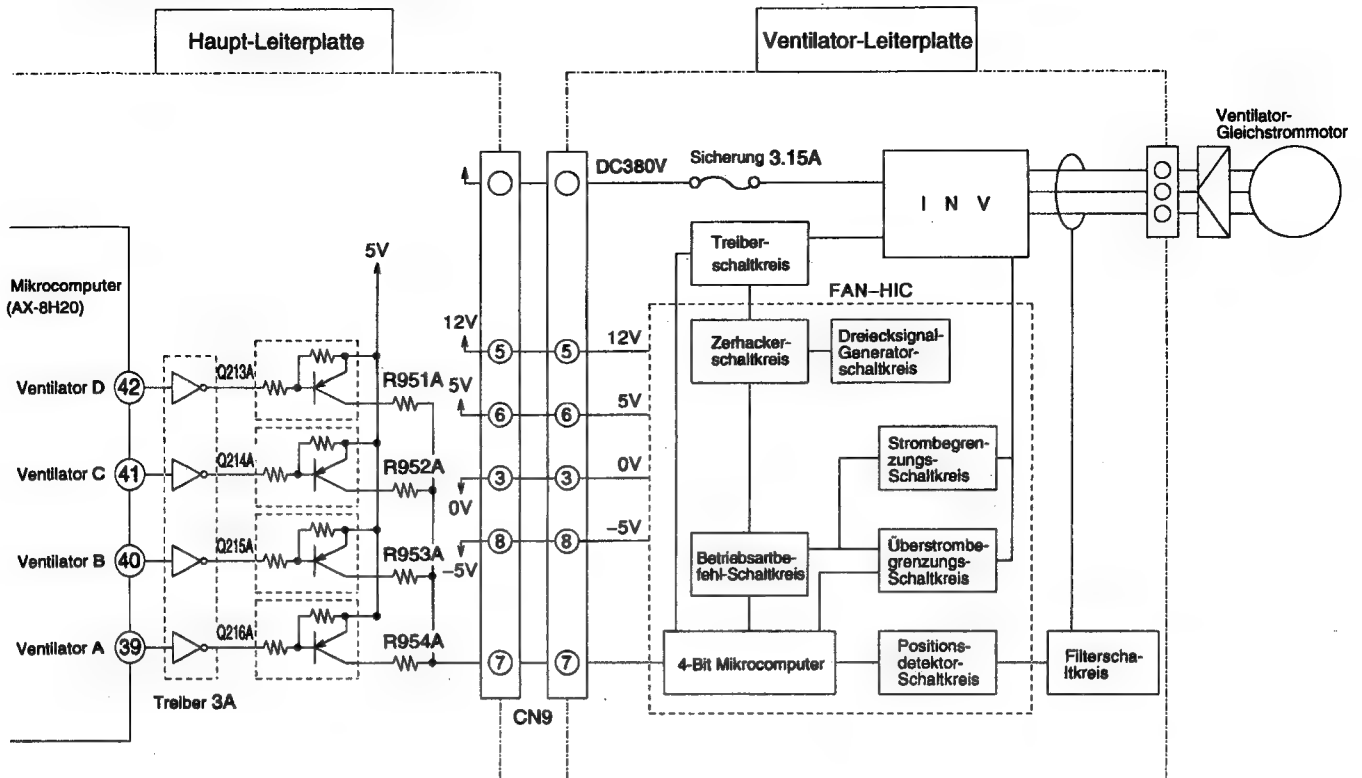

Abb. 12-1
- Der Ventilator-Gleichstrommotor des Außengerätes empfängt ①: Versorgungsspannung (380 V Gleichstrom), ②: Steuerspannungen (12 V, 5 V, -5 V) und ③: Drehzahlbefehl (0 - 5 V) von der Haupt-Leiterplatte und steuert die Drehzahl unter Verwendung der Invertersteuerung im Steuerkreis der Ventilator- Leiterplatte (Abb. 12-1).